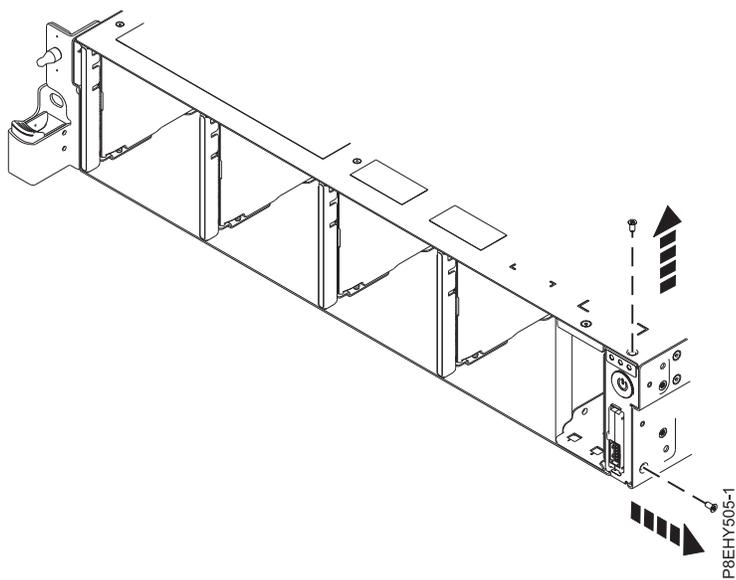

図 105. 上下のねじの取り外し
8. 電源スイッチから上下のねじを取り外します。 図 105を参照してください。